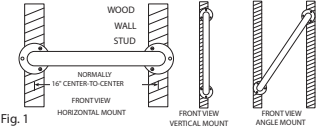

Fig. 1
For proper installation, at least one end of Grab Bar **MUST** be positioned over a wall stud. For solid support, at least two (2) of the three (3) screws on the end of the Grab Bar **MUST** go through the wallboard or tile and be tightly secured into the wall stud. Given standard stud sizes, only two (2) of the three (3) screws may screw into the wall stud. Grab Bar may be installed vertically, horizontally or at an angle, so long as at least two (2) of the three (3) mounting screws on one end of the Grab Bar are secured into a wall stud (see Figure 1). Locate the wall stud(s) behind the wall before beginning installation (a stud finder can be obtained from a hardware store).
Pour une installation correcte, au moins une des extrémités de la barre d'assistance DOIT être positionnée sur un poteau d'ossature murale. Pour un appui solide, au moins deux (2) des trois (3) vis à l'extrémité de la barre d'appui DOIVENT passer au travers du panneau mural ou des carreaux et être solidement fixé au montant de cloison. Étant donné la taille normale des montants, seulement deux (2) des trois (3) vis peuvent être vissées sur le montant mural. La barre d'appui peut être installée verticalement, horizontalement ou obliquement, tant qu'au moins deux (2) des trois (3) vis de montage d'une extrémité de la barre d'appui sont fixées dans un poteau d'ossature murale (Fig. 1). Localisez les montants de cloison avant de commencer l'installation (vous pouvez acheter un localisateur de montant dans une quincaillerie).